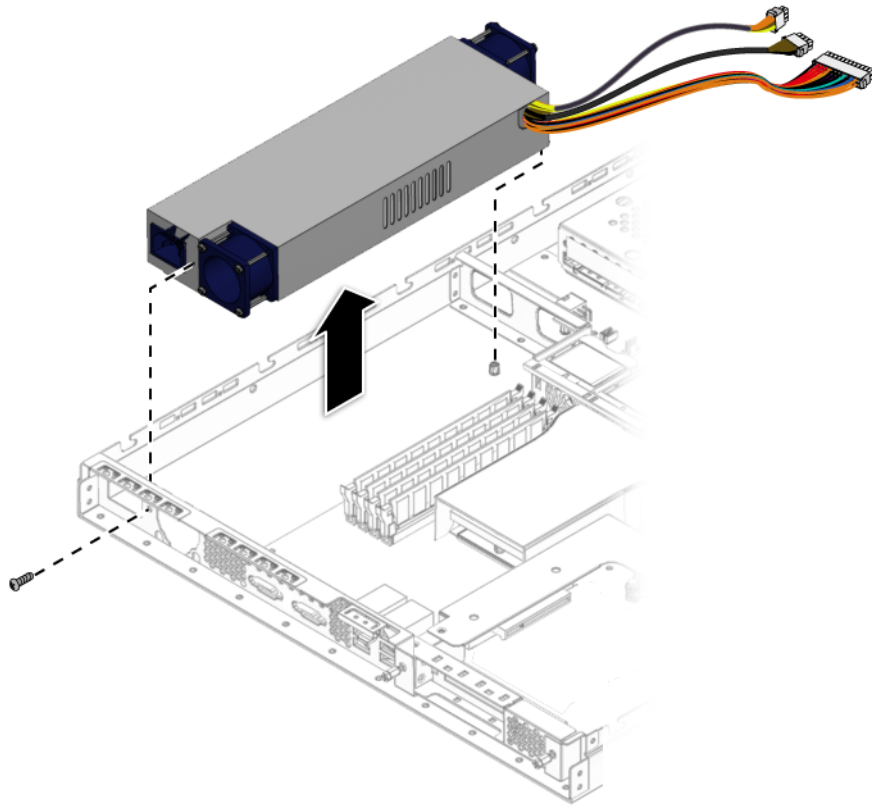

ABBILDUNG 4-20 Ausbauen des Netzteils
- 2. Ziehen Sie die drei Stromkabel von der Hauptplatine ab (siehe ABBILDUNG 4-20).**